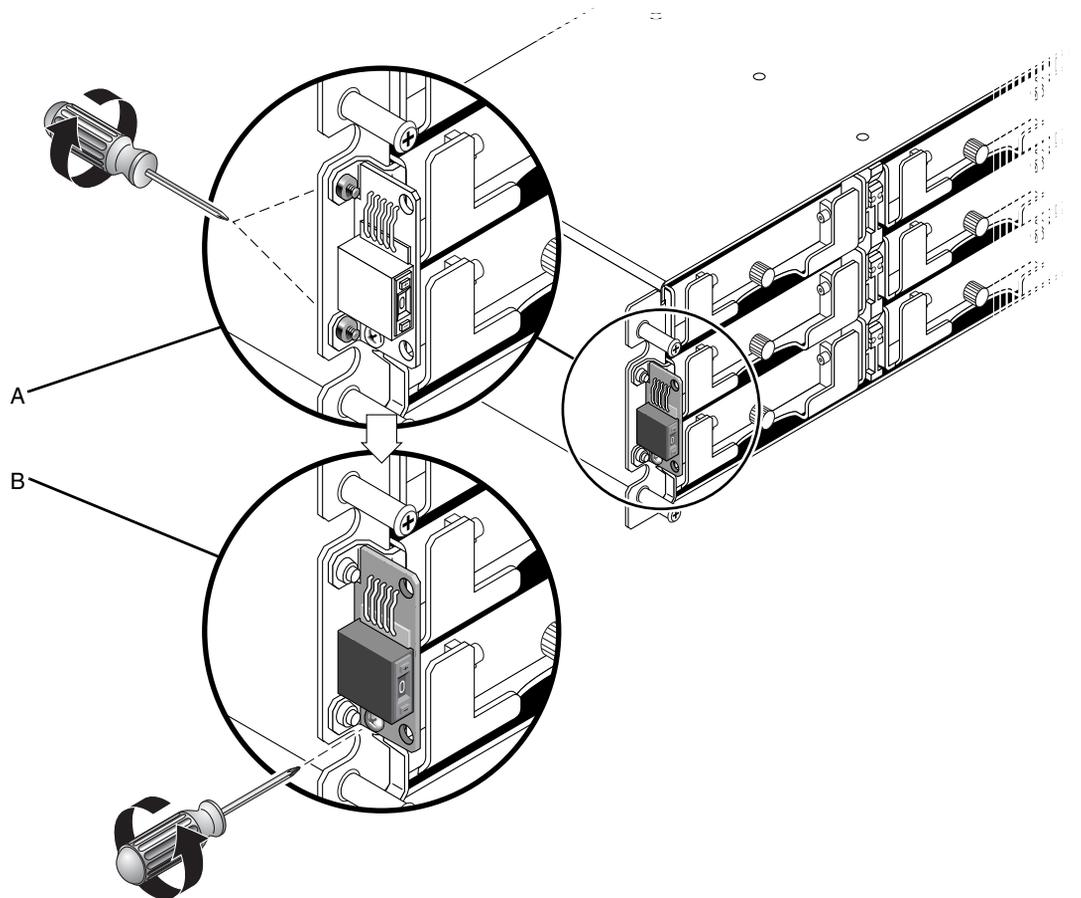

図 6-10 シャーシからの ID スイッチモジュールの取り外し
2. スイッチモジュールをシャーシに取り付けている 1 つのなべ頭ねじ (図 6-10 の B) を取り外します。
注 - 下の方の留めねじが ID スイッチモジュールのねじ (図 6-10 の B) の邪魔になっている場合は、シャーシをラック (ラックマウント式のアレイの場合) またはケース (テーブルトップアレイの場合) から取り外してから、留めねじ (図 6-10 の A) を外す必要があります。留めねじを外したときに破損した場合のために、交換用の 2 つの #4-40 x 1/4 インチの皿頭ねじが用意されています。テーブルトップアレイからシャーシを取り外す方法の詳細については、『Sun StorEdge 3000 Family FRU インストールガイド』を参照してください。
5. 皿頭ねじ (図 6-10 の A) を取り外した場合は、これらのねじをシャーシの縁に差し込んで留め具にもう一度取り付けます。